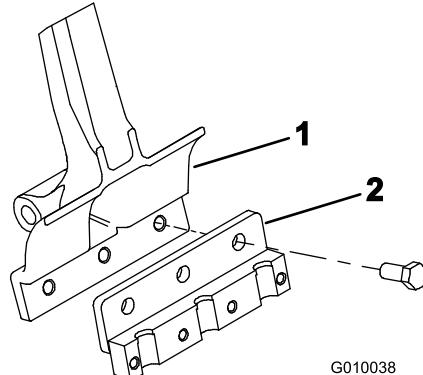

**Figure 22**
4. Faites pivoter le verrou de service en arrière et engagez-le sur la goupille de la tête d'aération (Figure 22). Fixez-le en place avec la goupille à anneau.